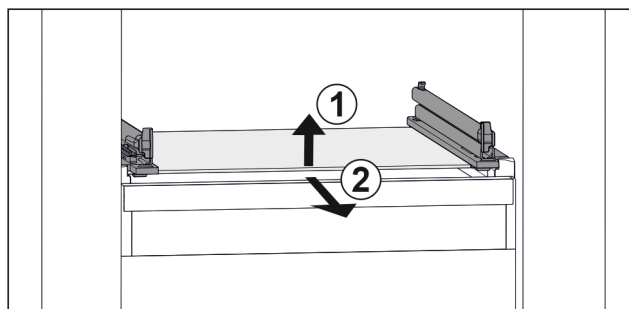

Fig. 76 Simbolična slika steklene plošče
- Steklenu ploščo dvignite v smeri naprej. Fig. 76 (1)
- Steklenu ploščo odstranite v smeri naprej. Fig. 76 (2)